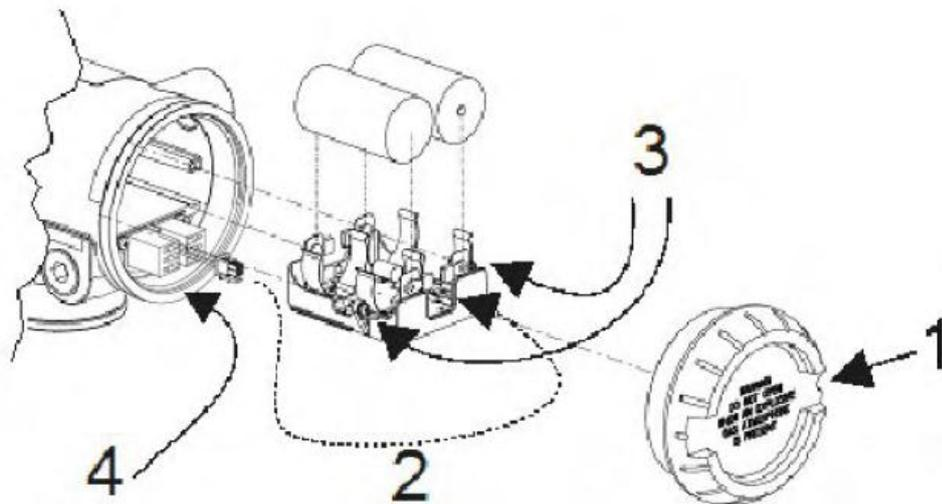

Figura 11 – Substituição da placa do terminal
2	Soltar o parafuso de fechamento M3 da tampa da extremidade da bateria (extremidade oposta do visor). Ver item 1, na Figura 11. Desparafusar e remover a tampa da extremidade.
3	Usando o dedo polegar e o dedo indicador, pressione o conector da bateria nas extremidades superior e inferior para soltar o mecanismo de travamento e, em seguida, puxar para desconectar. Ver item 2, na Figura 11.
4	Soltar os dois parafusos de retenção do porta-bateria (mais perto das baterias). Ver item 3, na Figura 11. Esses parafusos são prisioneiros.
- 7 Remover e guardar os 3 parafusos que fixam a placa do terminal ao alojamento. Tomar cuidado, pois esses parafusos não são prisioneiros. Ver item 4, na Figura 11.